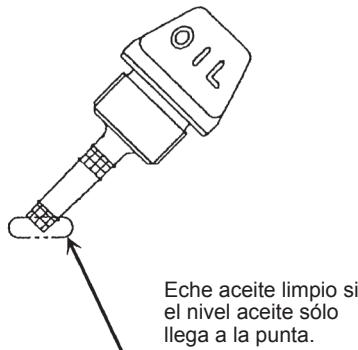
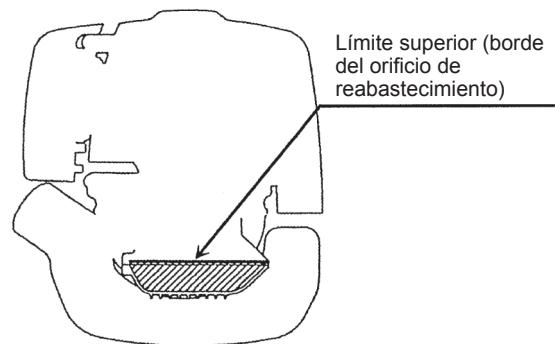

Fig. 1
Fig. 2
Cuando hay poco aceite, de modo que la bayoneta de nivel solamente toca el aceite con su punta, y especialmente cuando la bayoneta está insertada en el carter sin enroscar (Fig. 1), eche aceite por el orificio de reabastecimiento (Fig. 2).
- (1) Coloque el motor en posición nivelada y saque la bayoneta de nivel de aceite.
- (2) Eche aceite hasta el borde del orificio de reabastecimiento. (Consulte la Fig. 2 de la página anterior.)